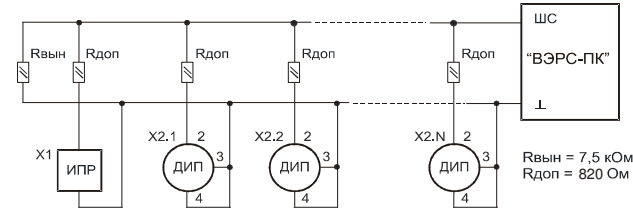
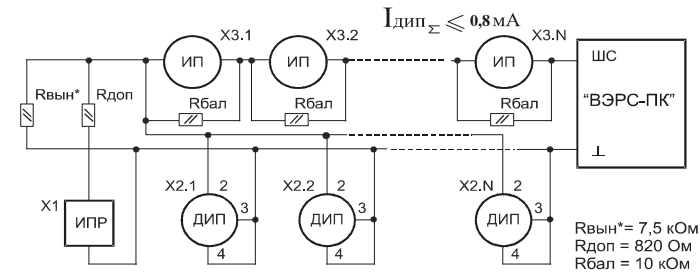

Рис.3. Схемы включения ШС типа ШННС и ШПНС с несколькими дымовыми извещателями (типа ИП212) и сработкой по двум извещателям (с перезапросом).
Рис.5. Комбинированная схема включения ШС типа ШННС со сработкой по одному извещателю (с перезапросом).
**ШННС** – пожарный шлейф с нормальной нагрузочной способностью ( $I_{дип} < 0,8 \text{ ма}$ ). Данный шлейф допускает подключение ИП по рис.3 и рис.5.
**ШПНС** – пожарный шлейф с повышенной нагрузочной способностью ( $I_{дип} 0,8...2,85 \text{ ма}$ ). Данный шлейф допускает подключение ИП по рис. 3.